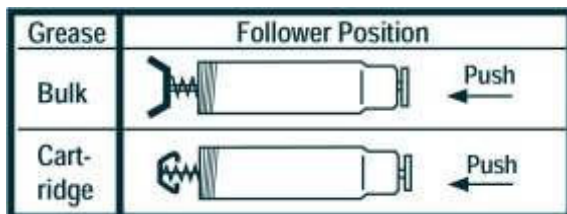

Fig 1
c) Siege de la bille du clapet (10) sale ou endommagé.	1) Enlever le clapet (10) 2) Nettoyer et inspecter tous les composants. Remplacer Le cas échéant Important - Enduire le filet du clapet de filet sealant.
d) Siège de la billie du corps de sortie (6) sale ou endommagé	1) Enlever le corps de sortie (6). 2) Démontez, nettoyez et inspectez tous les composants. Remplacer le cas échéant.
e) Joint torique (12) du piston usé ou endommagé.	Enlever la manette (20), Sortir le piston (13), Remplacer le joint torique (12).
c) Follower en position fautive pour la graisse en bloc	Si en utilisant la graisse en bloc, (See Fig 1)
Hinweis: Wählen Sie die korrekte Einsatzposition (Abb.1).